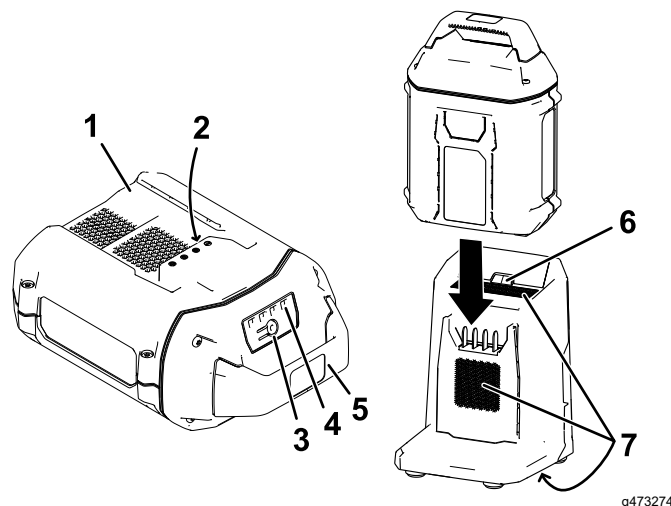

Figura 19
2. Allineate la cavit  nel pacco batteria (Figura 19) con la linguetta sul caricabatterie.
3. Fate scorrere il pacco batteria nel caricabatterie fino a quando non   completamente in sede (Figura 19).